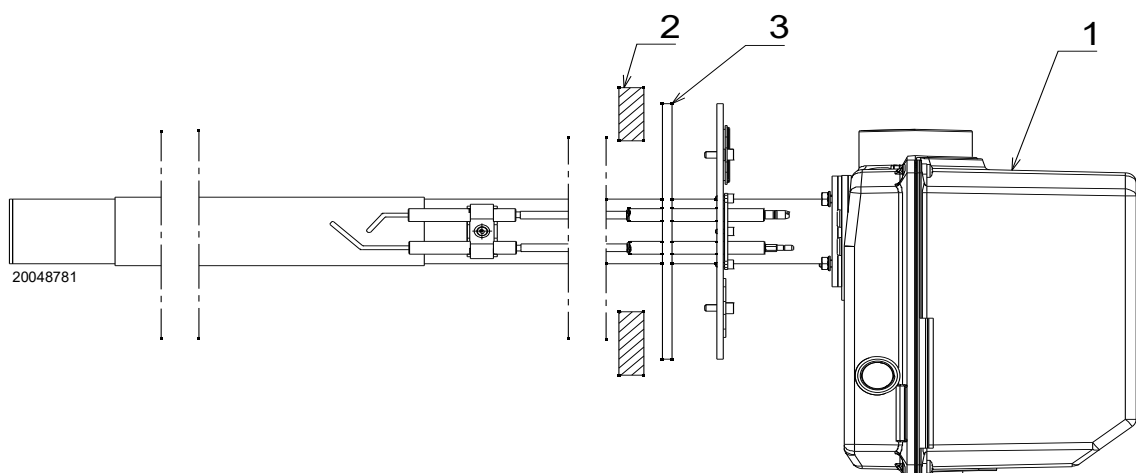

Fig. 7
- Fixer le brûleur 1)(Fig. 7) sur la porte de la chaudière 2) à l'aide des 4 vis et (au besoin) des 4 écrous, en interposant le joint isolant 3) (non fourni avec le brûleur).